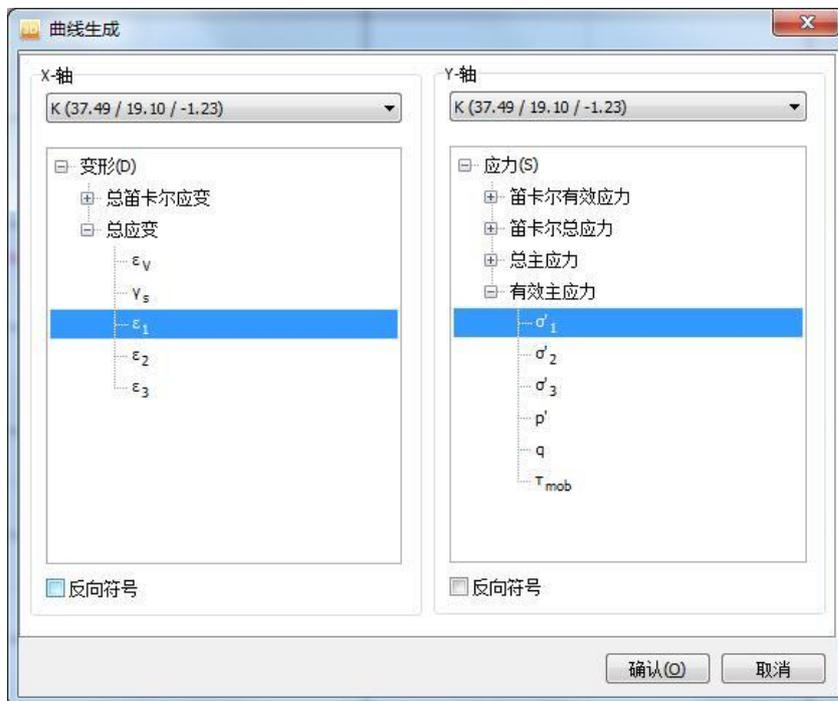

图 4.3 曲线生成窗口
10. 在下拉菜单中选择点 K 作为曲线的 y 轴，在有效主应力下面选择 σ_1 ，见图 4.3。